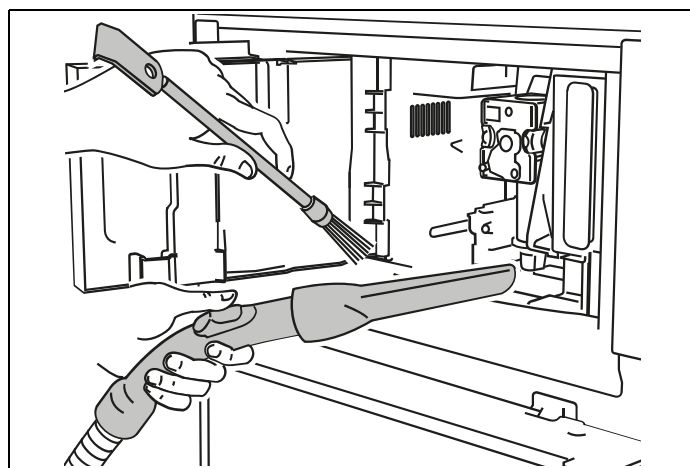

Fig. 45
- Om nödvändigt, avlägsna kaffeavlagringar med medföljande borste (**C5**) och en svamp. Avlägsna alla rester med en dammsugare (Fig. 45 ).